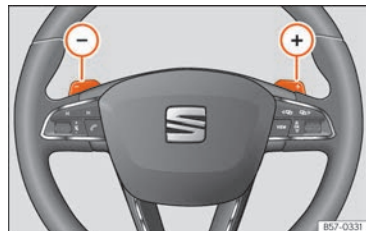

Abb. 249 Lenkrad: die Hebel für Automatikgetriebe.
- Tippen Sie die Schaltwippe  um einen Gang hochzuschalten **»» Abb. 249**.